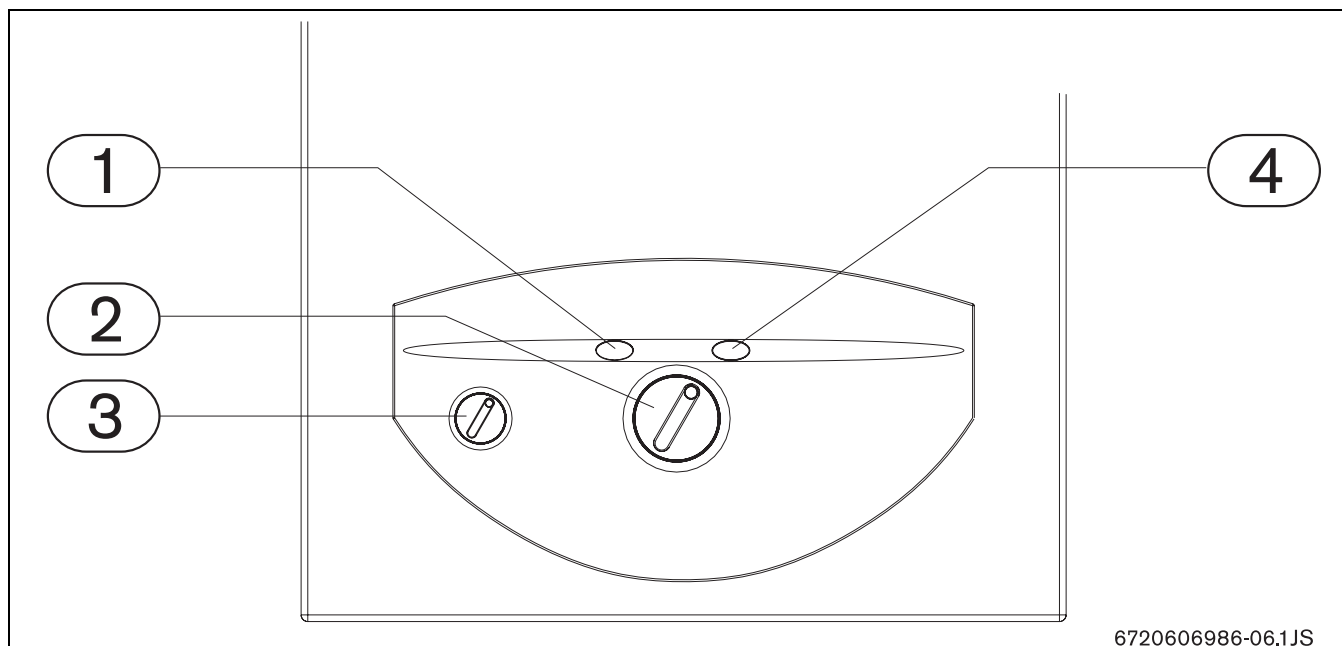

Fig. 4
Ruotare l'interruttore principale (→Fig. 4, pos. 3) in posizione di funzionamento (capitolo 3.2).
- premere il tasto di riarmo (→Fig. 4, pos. 1).
Questo apparecchio dispone di un sistema di segnalazione delle anomalie. L'avviso di eventuali anomalie avviene per mezzo di segnali, mediante una spia luminosa rossa, incorporata nel tasto di riarmo (→Fig. 4, pos. 1). L'apparecchio torna a funzionare una volta rimossa la causa del guasto e dopo aver premuto il tasto di riarmo. Per identificare il tipo di anomalia, consultare il capitolo 10 di questo manuale.